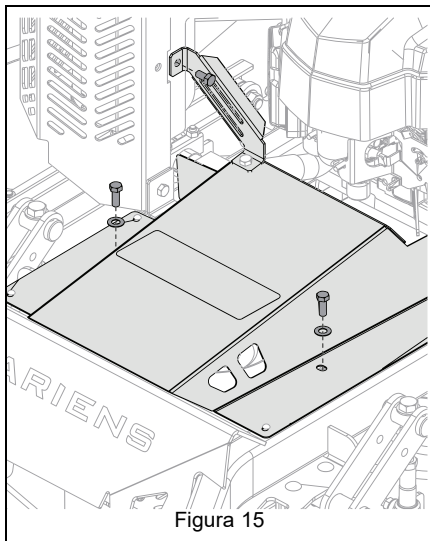

Figura 15
5. Aflojar los dos tornillos del panel de acceso y un tornillo del soporte del silenciador. Abrir el panel de acceso a la correa si fuera preciso. Consulte Figura 15.